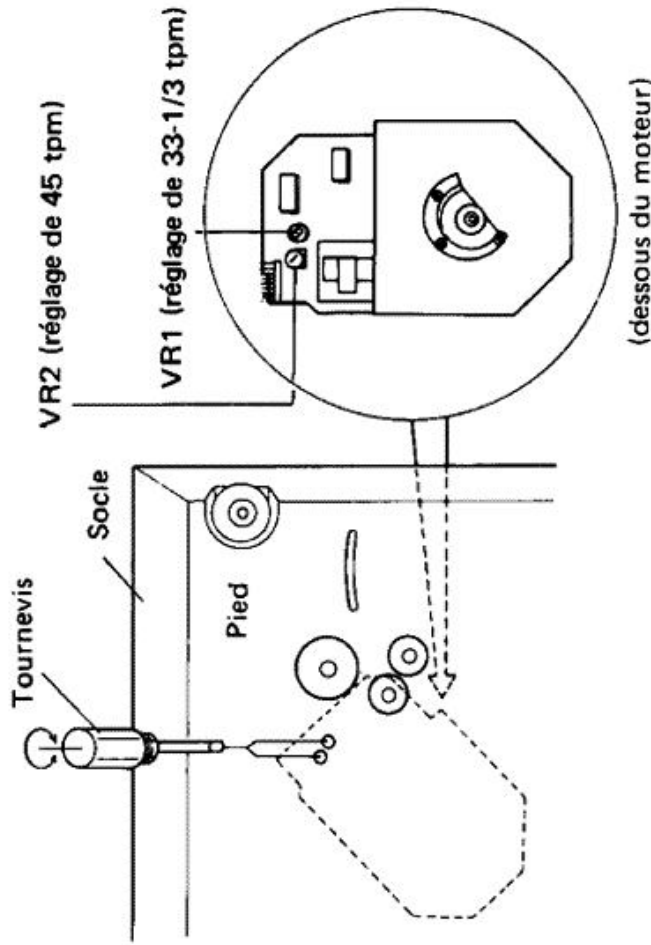

Fig. 12-4 Réglage de la vitesse du moteur
3. Régler la résistance ajustable de l'assemblée contrôle de moteur à ce que le motif stroboscopique s'arrête. (Fig. 12-4)